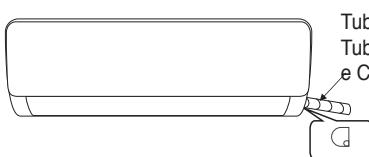
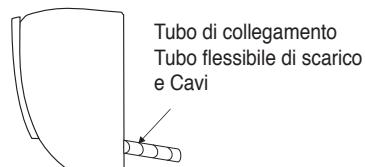

Fig.1
Fig.2
- A seconda della posizione dell'unità interna, le tubazioni possono essere dirette lateralmente a sinistra o destra (Fig.1) o verticalmente o sul retro (Fig.2) (a seconda della lunghezza del tubo dell'unità interna). In caso di uscita laterale, tagliare lateralmente la scocca sul lato di uscita delle tubazioni come indicato in figura.